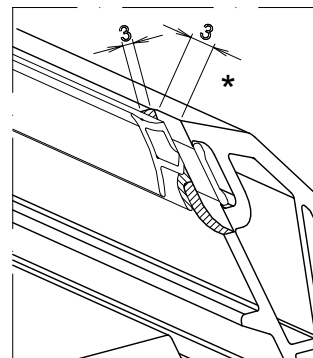

Abb.3 Unterfräsen der Dichtungsnut
- 3) Flügelprofil vor dem Verschweißen an beiden Profilecken unterhalb der Dichtungsnut unterfräsen (siehe Abb.3). Ausstich ca. 3 x 3 mm.